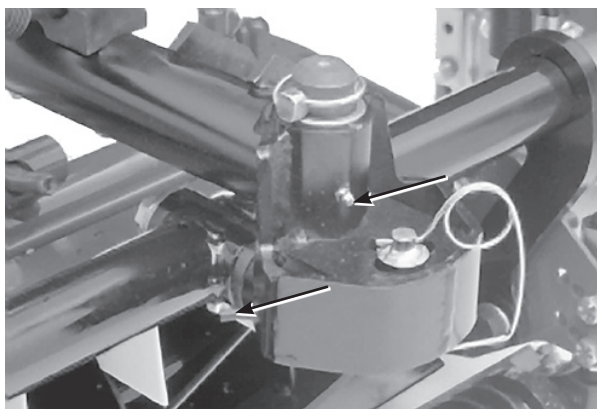

図 36
- カッティングユニットのキャリア・フレームとピボット (各2：図36)